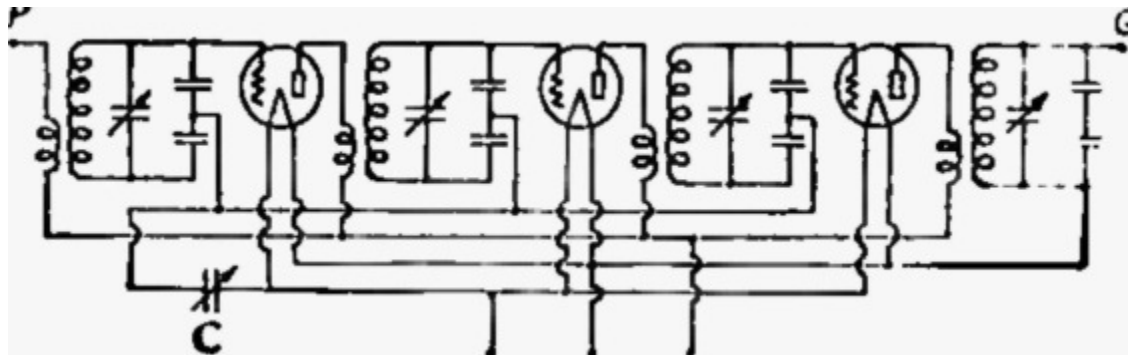

Abb. 1: Schaltplan eines 3600-kHz-Verstärkers. Kondensator C steuert die Rückkopplung.
**ZWISCHENVERSTÄRKER** Das Herzstück dieses Empfängers ist die dreistufige ZF-Stufe mit 11x199-Röhren. Abb. 1 zeigt einen Schaltplan. Eine Neutralisierung ist nicht eingebaut. Der Verstärker wird durch eine vom Kondensator C gesteuerte Gesamtrückkopplung stabilisiert. Bei geringer Kapazität des Kondensators C ist eine maximale Rückkopplung gewährleistet. Kürzlich hatte ich das Glück, ein brandneues Exemplar dieser ZF-Stufe zu erhalten, das noch nie benutzt worden war.